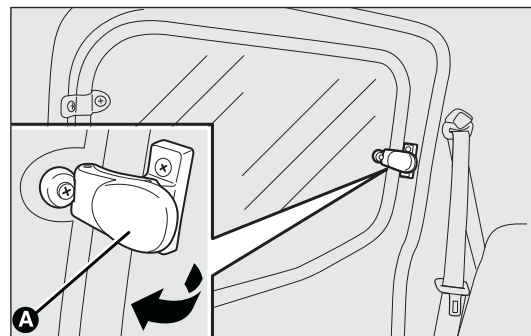

fig. 71
(versiones Doblò/Doblò Combi) fig. 71**
- ☐ mueva la palanca A-fig. 71 hacia afuera hasta lograr la apertura completa de la ventanilla;